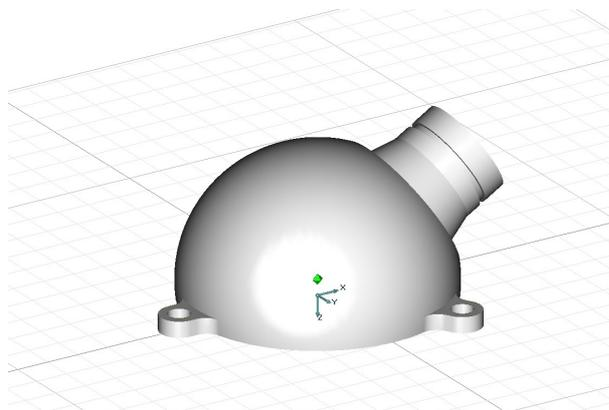

Рис. 2.26 Результат скругления ребер.
3. В соответствующем поле введите значение 5 и нажмите кнопку «ОК» или клавишу «Enter». На выбранных ребрах будут построены скругления радиусом 5 мм (рис. 2.26)